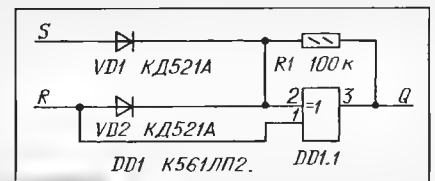
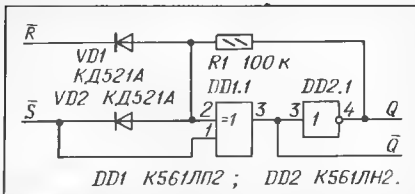

Рис. 15
Рис. 16
**RS-триггер на элементе ИСКЛЮЧАЮЩЕЕ ИЛИ, двух диодах и резисторе.** Рассмотрим схему триггера на рис. 15. В режиме хранения информации на входах триггера поддерживают низкий уровень. При этом, как уже было сказано, элемент работает повторителем, а ОС через резистор R1 положительна.
Таким образом, в триггере по схеме на рис. 15 резистор R1 обеспечивает положительную ОС, диод VD1 подключает вход S к элементу при установке триггера в состояние 1 и отключает его в режиме хранения, диод VD2 поддерживает примерное равенство значений напряжения на входах элемента при подаче единичного импульса на вход R и участвует в процессе переключения триггера в состояние 0.
Триггер, аналогичный рассмотренному, но с инверсными входами и двумя выходами Q и Q̄, образуется при добавлении одного инвертора (рис. 16). Здесь имеет приоритет вход S. Сопротивление резистора R1 в триггерах по схеме на рис. 15 и 16 можно варьировать в пределах от 10 кОм до 1 МОм.